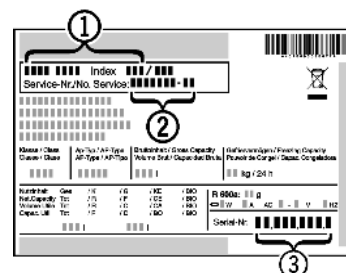

Fig. 12
- ▶ Produktbetegnelse *Fig. 12 (1)*, servicenr. *Fig. 12 (2)* og serienr *Fig. 12 (3)* finner du på typeskiltet. Typeskiltet sitter på venstre side inne i enheten.
- ▶ Kontakt kundeservice, beskriv feilen og angi produktbetegnelse *Fig. 12 (1)*, servicenr. *Fig. 12 (2)* og serienr *Fig. 12 (3)* .